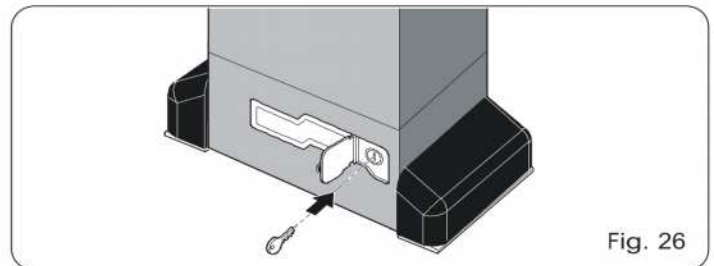

Fig. 26
- 2) Mantenga bloqueado el árbol motor utilizando una llave inglesa y manipule el tornillo de regulación del embrague con una llave Allen o destornillador Fig. 26. Para aumentar el par, gire el tornillo en sentido horario. ➤ El operador se entrega con el embrague tarado al máximo. Por lo tanto, inicialmente hay que girar el tornillo en sentido antihorario para alcanzar la regulación óptima. Para disminuir el par, gire el tornillo en sentido antihorario.
- 1) Abra la portezuela de protección e introduzca la llave suministrada en dotación en la cerradura (Fig. 26).